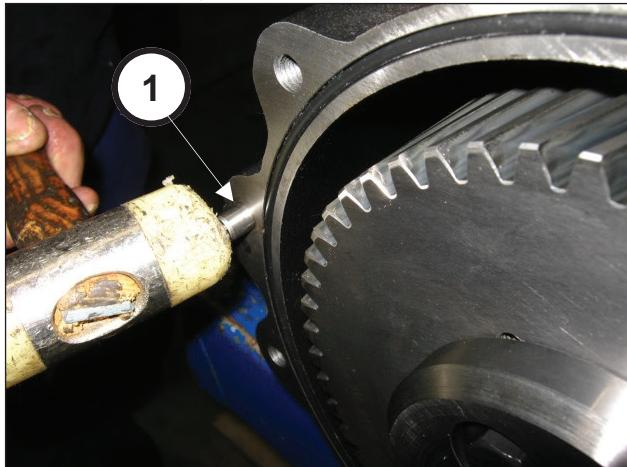
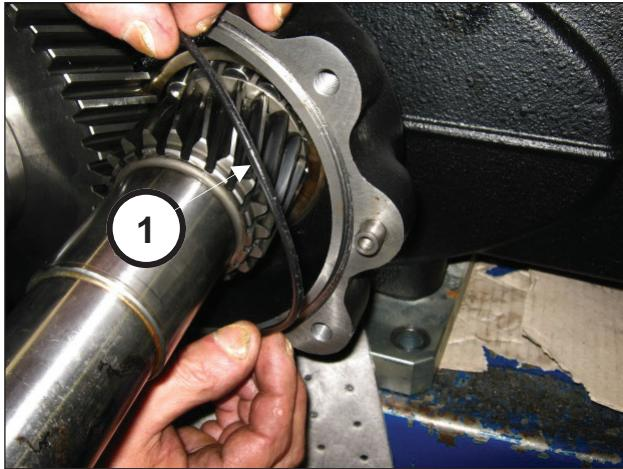

Рис. 70
Рис. 71
Установите 2 штифта Ø10x24 на коробку редуктора (поз. ①, Рис. 70) и вставьте уплотнительное кольцо (поз. ①, Рис. 71).